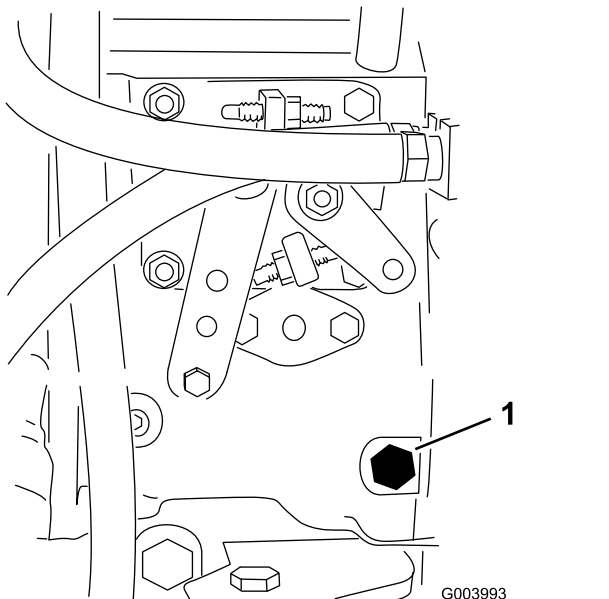

图35
3. 用 12mm 扳手打开燃油喷射泵 (图35) 上的排气螺丝。